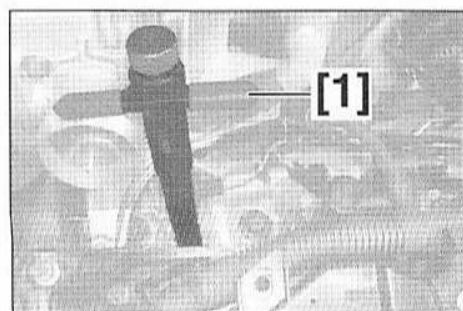

FIG.62
- Desserrer de quelques tours l'outil [1] (Fig.62).
- Mettre en place l'outil [1] sur la rondelle d'étanchéité (13) dans le puits d'injecteur.
- Bloquer la rondelle d'étanchéité (13) en serrant à fond la vis de l'outil [1].